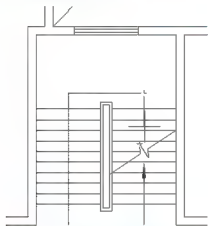

图 2.133 确定第三段箭头杆的长度
(5) 在指定下一个点或 [圆弧 (A) / 半宽 (H) / 长度 (L) / 放弃 (U) / 宽度 (W)]: 提示下, 关闭【对象捕捉】功能, 将光标垂直向下拖至如图 2.133 所示的位置, 同时单击, 确定第三